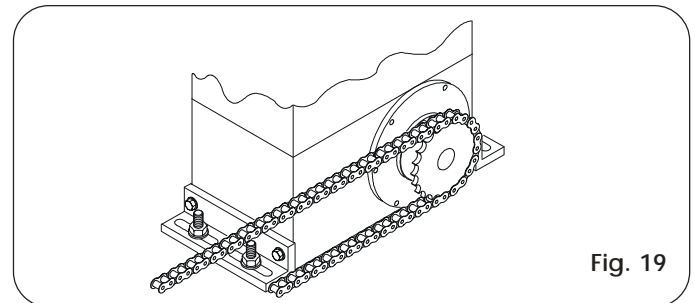

Fig. 19
- Assemblare la catena come da Fig. 19.